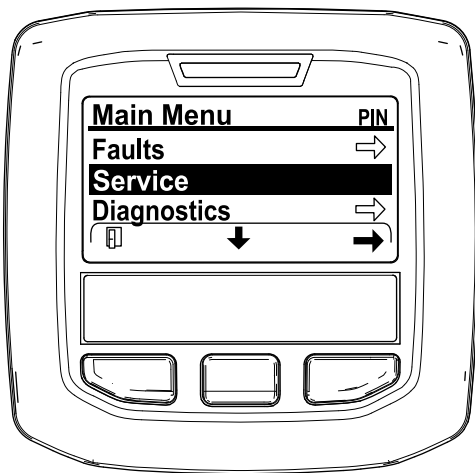

Figura 31
2. Navigate al MENU PRINCIPALE, premete il pulsante centrale per scorrere fino all'opzione MENU MANUTENZIONE, poi premete il pulsante destro per selezionare l'opzione MANUTENZIONE (Figura 31).